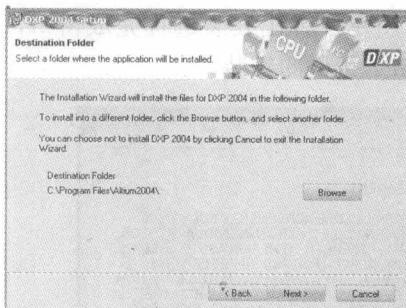
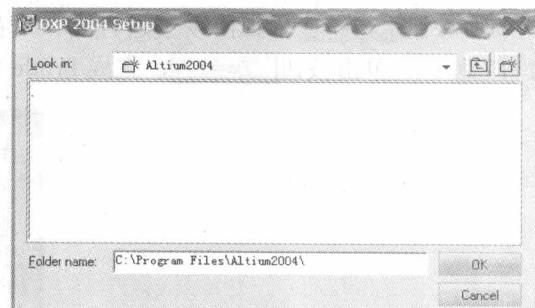
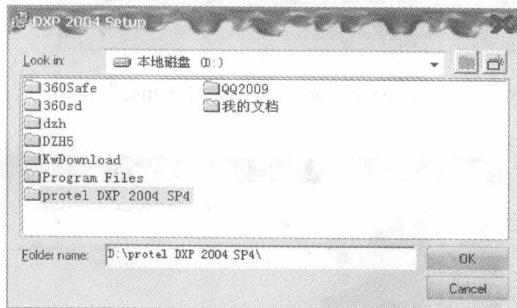

图 1-6 “Destination Folder”对话框
图 1-7 改变路径对话框
图 1-8 具体路径的选择
(3) 单击按钮 **Next >** → 弹出“Destination Folder”对话框，如图 1-6 所示→单击按钮 **Browse** → 弹出改变路径对话框，如图 1-7 所示→选择 D:\protel DXP 2004 SP4 文件夹，如图 1-8 所示→单击按钮 **OK**，确定安装路径。